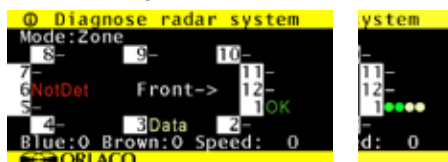

Figura 26
Puede cambiar de modo con el botón Entrar (8) a: Zona, Tipo, Alcance y Distancia (consulte la figura 26).